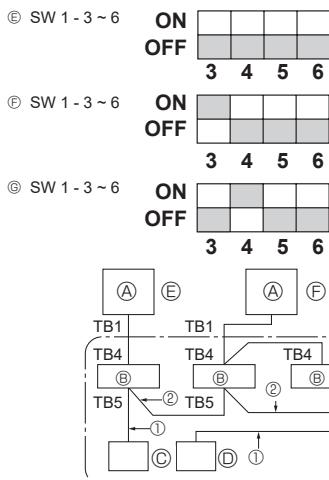

Fig. 9-1
① Τροφοδοτήστε με ρεύμα το κλιματιστικό (διακόπτης κυκλώματος).
② Αφού κλείστε την αναστατική βαλβίδα της γραμμής υγρού, γυρίστε το διακόπτη SWP στον πίνακα ελέγχου της εξωτερικής μονάδας στη θέση ON. Ο συμπιεστής (εξωτερική μονάδα) και οι ανεμιστήρες (εσωτερική και εξωτερική μονάδα) αρχίζουν να λειτουργούν και η εκκένωση του ψυκτικού αρχίζει. Οι λυχνίες LED1 και LED2 στον πίνακα ελέγχου της εξωτερικής μονάδας είναι αναμμένες.
9. Έλεγχος συστήματος (Fig. 9-1)